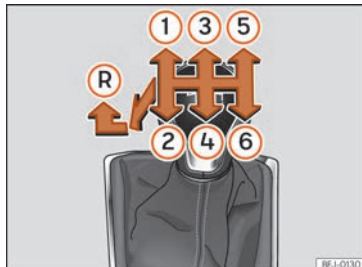

Fig. 161 Grille des vitesses de la boîte manuelle à 6 vitesses.
Les positions des vitesses sont représentées sur le levier de vitesses » fig. 161.
- Au point mort, appuyez sur le levier de vitesses, déplacez-le complètement vers la gauche puis vers l'avant pour passer la marche arrière » fig. 161 .